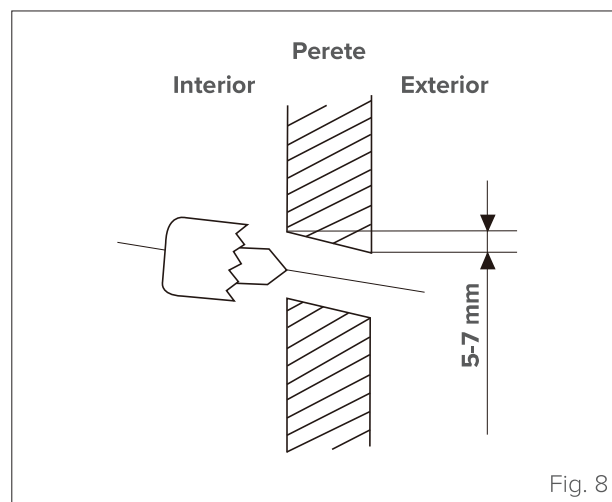

Fig. 8
- 1 Determinați poziția găurii în funcție de poziția plăcii pentru montare. Pentru a putea alege poziția optimă, consultați punctul „Dimensiunile plăcii pentru montare”. Gaura din perete trebuie să aibă un diametru minim de 65 mm și o ușoară pantă în jos pentru a facilita evacuarea (vezi „Fig. 8”).